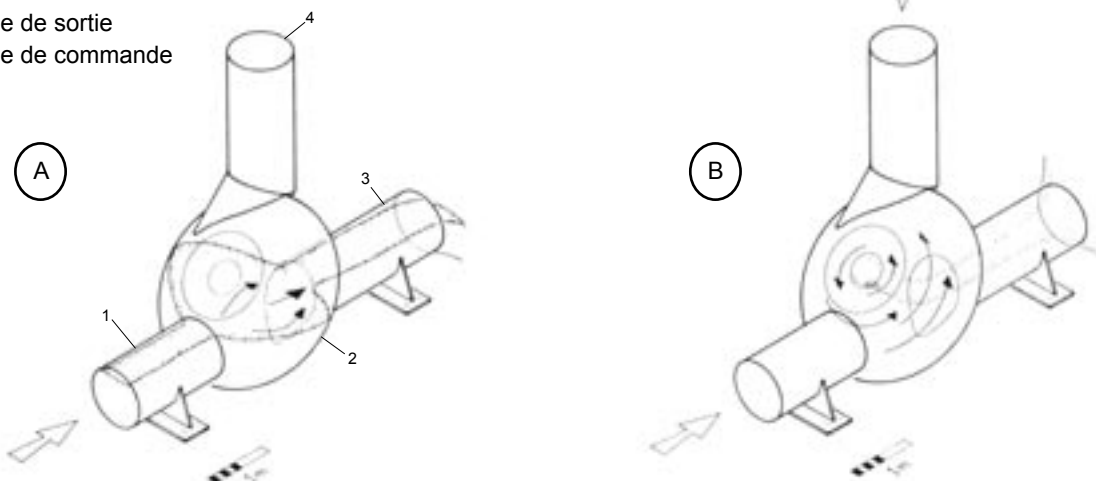

Fig. 1 : A - Régulateur vortex UFT-FluidTriode en position «non commandé»
Un régulateur vortex commandé UFT-FluidTriode comporte deux sortes d'état de fonctionnement. Dans le cas du fonctionnement «non commandé» (figure 1 A) qui est le cas lors de petites hauteurs d'eaux, l'eau s'écoule tout droit à travers le régulateur sans pertes de charge importantes. Le passage libre droit, sans réduction de section, permet d'avoir un risque d'obstruction pratiquement nul. Le fonctionnement «commandé» (figure 1 B) démarre lorsque le niveau d'eau s'élève et commence à s'écouler dans la buse de commande (4). Le courant d'eau de la buse de commande donne une impulsion tangentielle au courant d'eau normal de passage. Dans la chambre de tourbillonnement se crée un courant tourbillonnaire qui augmente de façon importante la résistance à l'écoulement du régulateur et en conséquence diminue le coefficient de débit.